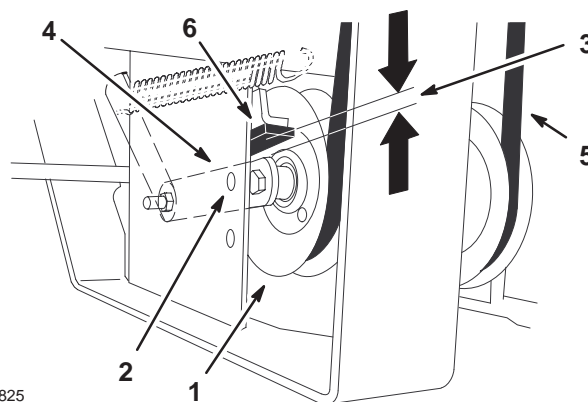

Figure 76
9. Contrôlez la distance entre la butée en caoutchouc et le bras de la poulie de tension à ressort quand la plaque de la poulie est tendue. On doit obtenir une distance de 0 à 6 mm à partir de la butée (Fig. 76).